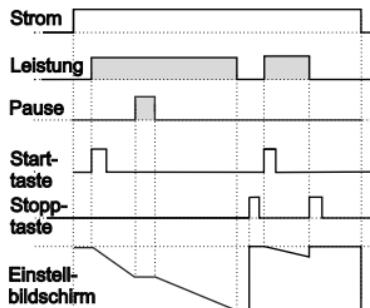

Abbildung 2.1
2.1.1 Wenn Abwärtszählen **dEct** = 1 und **outF0-n** ist, wird das Regelschema in Abbildung 2.1 gezeigt.